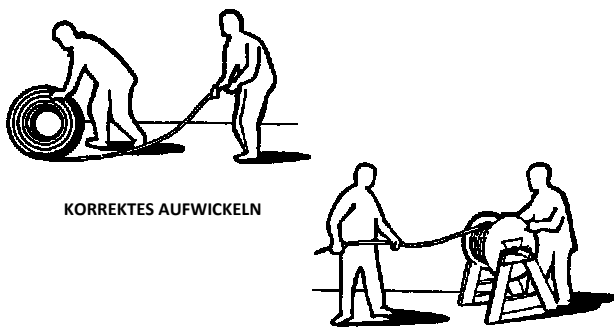

Abb. 196
- Rollen Sie das neue Seil auf, ohne es zu verdrehen oder zu knicken (Abb. 196).